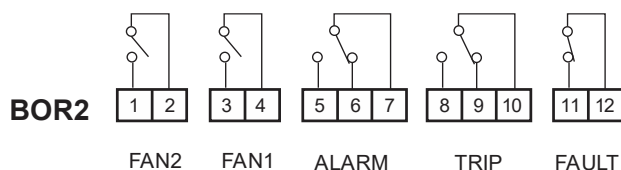

Figura 3 - Conexões Relés de Alarme e ventilação
- Faz a leitura das sondas S1, S2, S3 e Tamb. Caso alguma delas registre temperatura superior ao valor programado em ALARM em 1°C por 5s, o led ALARM acenderá. Caso a situação persista por mais de 15s, será ativado o relé ALARM, contato fechado entre os terminais 5 e 7 (Figura 3). Se pressionada a tecla  por mais de 5s, o relé ALARM abrirá os contatos 5 e 7 (útil caso o relé de alarme esteja ligado a uma sirene e deseja-se interromper o som), porém o led ALARM continuará aceso até que a temperatura de todas as sondas fique abaixo do valor programado de alarme. O relé ALARM apenas acionará novamente após sair da situação de alarme atual.
- Caso a temperatura continue aumentando e um ou mais sensores supere em 1°C por 5s o valor programado em TRIP, o led TRIP acenderá. Caso a situação persista por mais de 15s, será ativado o relé TRIP, contato fechado entre os terminais 8 e 10 (Figura 3). Quando se ativa o TRIP, ativa-se ALARM, pois é condição anterior a TRIP.
- Quando a temperatura diminuir em 1°C ao valor programado em TRIP, o led TRIP apagará e o relé voltará à condição anterior, contato aberto entre os terminais 8 e 10 (Figura 3).
- Quando a temperatura diminuir em 1°C ao valor programado em ALARM, o led ALARM apagará e o relé voltará à condição anterior, contato aberto entre os terminais 5 e 7 (Figura 3)
- Teste de presença ou falha dos sensores PT100: As falhas possíveis de detectar são de sensor aberto ou curto-circuito do PT100. Caso detecte a ausência ou falha de algum sensor, aparecerá no painel a mensagem *FLt* seguida do nome dos sensores que estão com problema (*S1*, *S2*, *S3* ou *FAb*). O led FAULT, juntamente com os leds dos sensores com falha, piscará. O relé FAULT fechará, contato fechado entre os terminais 11 e 12 (Figura 3). Se o equipamento sair da condição de falha, o led FAULT apagará e o relé abrirá, contato aberto entre os terminais 11 e 12 (Figura 3).
- Caso algum sensor supere a temperatura do parâmetro Fon (Fan on) por um período superior a 15s, será ativado o relé FAN1 (Figura 3, contatos 3 e 4 fechados). O relé desliga quando a temperatura de todos os sensores for inferior ao valor programado no parâmetro Fof (Fan off). O mesmo se dá para os parâmetros de FAN2 e o relé FAN2 (Figura 3, contatos 1-2)
Na Figura 3 é apresentada a pinagem dos relés de saída do controlador. Conforme o esquema da Figura 6, o relé FAULT opera normalmente ligado, o que significa que o controlador apresentará falha também em caso de falta de alimentação em BOR3.